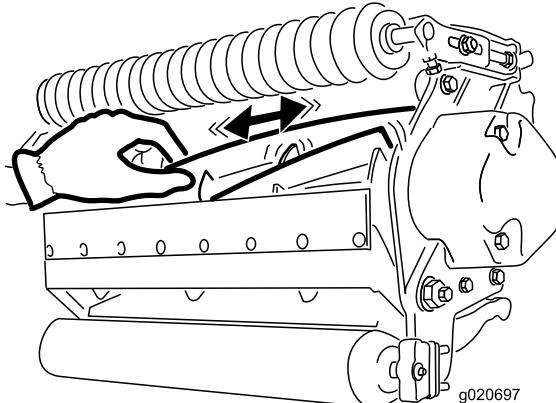

Figura 25
2. Usando un trapo o un guante grueso, sujeté la cuchilla del molinete e intente mover el conjunto del molinete de un lado a otro (Figura 25).